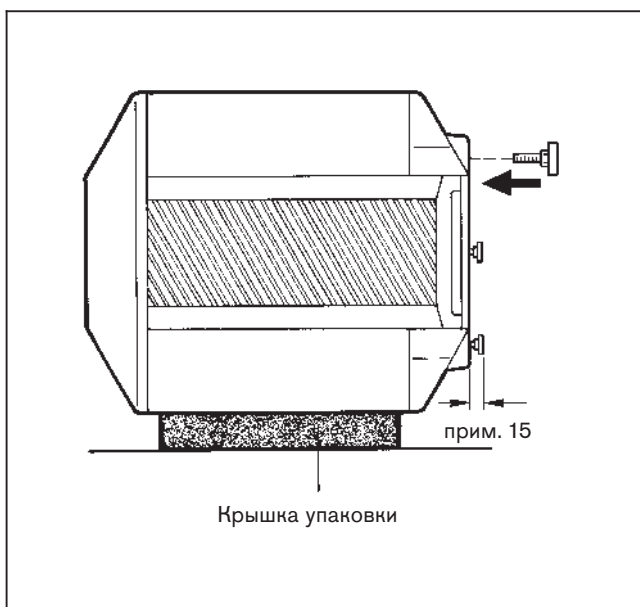

Рис. 3
- Снять крышку упаковки и положить на пол в виде подкладки (рис. 3).
- Положить бойлер, через кант паллеты, боком на крышку упаковки (рис. 3)
- Ввинтить 3 установочных болта-ножек в резервуар бойлера так, чтобы они выступали, примерно, на 15 мм (рис. 3).